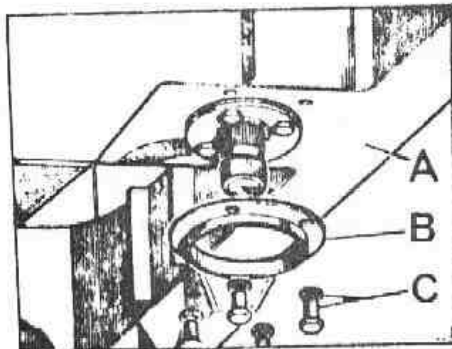

Fig. G-48 Placa-brida para el montaje de la caja compensadora
1.4. Retirar la placa-brida, B (Fig. G-48) por la parte inferior del bastidor, A.
- 2.3. Por la parte inferior se colocará la placa-brida, B (Fig. G-48) fijándola con los tornillos y arandelas, C.